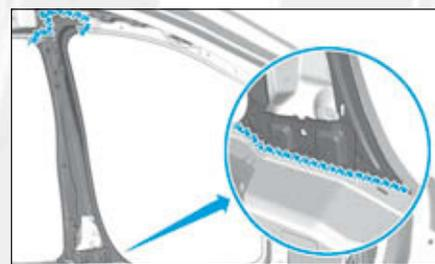

FIG.99
- une couche d'impression phosphatante sur les zones mises à nu (Fig.99),